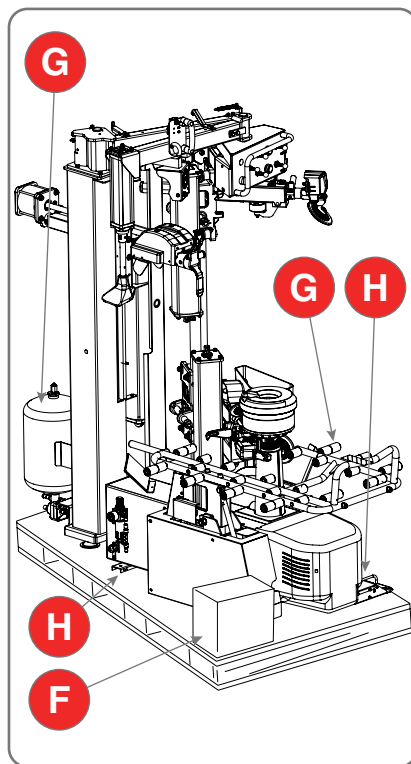

Fig. 3.1
Libérer la machine de la partie supérieure de l'emballage en carton et s'assurer qu'elle n'a pas été endommagée pendant le transport; localiser les points de fixation (H - Fig.3.1) sur la palette.
- retirer les vis du pied de fixation (H - Fig.3.1);